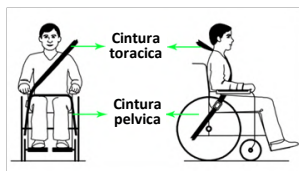

fig. 29
8. Usare sia la cintura pelvica sia la cintura toracica per assicurare l'utente e ridurre al minimo gli spostamenti dell'utente durante l'impatto e con essi le possibilità di impatto con parti del veicolo e il conseguente grave rischio di lesioni all'utente e agli altri occupanti del veicolo (fig. 29).